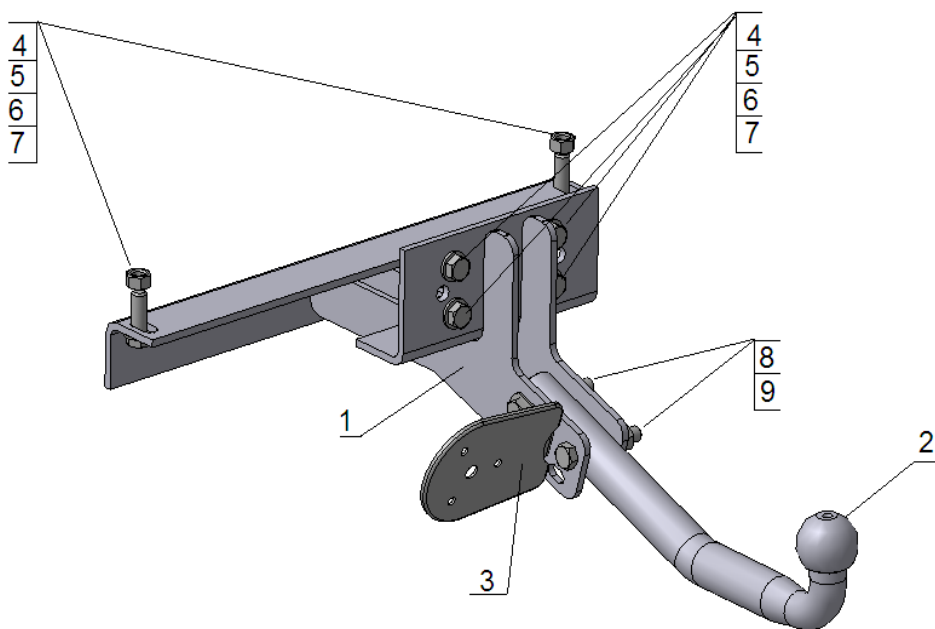

Рис.1
- в соответствии с рис.1 закрепить болтами поз.4 ТСУ к раме автомобиля;